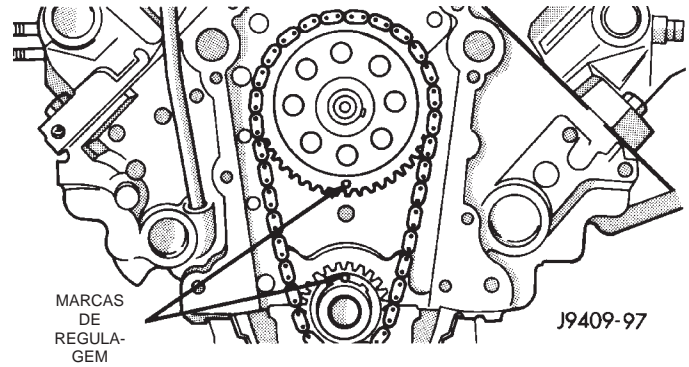

Fig. 6 Alinhamento das Marcas de Regulagem
(4) Instale uma nova corrente de distribuição, se seu movimento exceder 3,175 mm (1/8 pol.).
(5) Se a corrente não for satisfatória, remova o parafuso de fixação da roda dentada do eixo de comando das válvulas e remova a corrente de distribuição com as rodas dentadas do eixo de manivelas e do eixo de comando das válvulas.
(6) Coloque uma roda dentada do eixo de comando das válvulas e uma roda dentada do eixo de manivelas na bancada com marcas de regulagem na linha central imaginária exata através dos cilindros do eixo de comando das válvulas e do eixo de manivelas.
(7) Coloque a corrente de distribuição em torno de ambas as rodas dentadas.
(8) Gire o eixo de manivelas e o eixo de comando das válvulas para alinhar com a localização do rasgo de chaveta na roda dentada do eixo de manivelas e na roda dentada do eixo de comando das válvulas.
(9) Levante as rodas dentadas e a corrente (mantenha as rodas dentadas apertadas contra a corrente na posição adequada, conforme descrito).
(10) Deslize ambas as rodas dentadas igualmente sobre seus respectivos eixos e use uma régua sem graduação para verificar o alinhamento das marcas de regulagem (Fig. 6).
(11) Instale o parafuso do eixo de comando das válvulas. Aperte o parafuso com um torque de 47 N·m (35 pés-lb.).
(12) Verifique o jogo axial do eixo de comando das manivelas. O jogo axial deve ser 0,051- 0,152 mm (0,002-0,006 pol.) com uma nova placa de encosto e até 0,254 mm (0,010 pol.) com uma placa de encosto usada. Se não estiver dentro destes limites, instale uma nova placa de encosto.